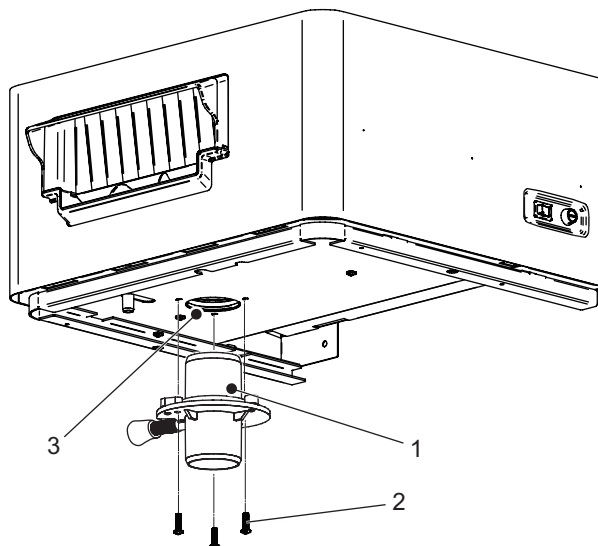

Figure 10 : Installation de l'adaptateur vapeur sur l'unité de ventilation
- b. Orienter l'adaptateur vapeur en plaçant l'orifice d'arrivée de la vapeur de l'unité de ventilation, comme illustré sur la Figure 10 et l'insérer. L'adaptateur doit s'ajuster sans aucun jeu et former un joint étanche avec le joint torique de l'orifice d'arrivée de la vapeur de l'unité de ventilation.